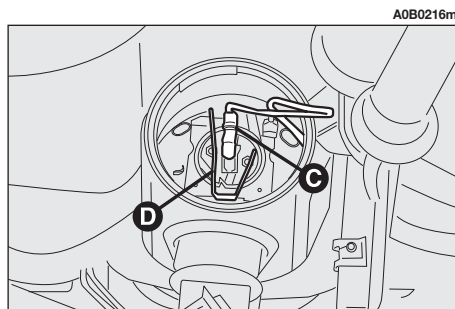

fig. 34
- Sfilare il capocorda del cavo di alimentazione (**C-fig. 34**).
- Sganciare la molletta fermalampada (**D-fig. 34**) ed estrarre la lampada.
– Rimontare la nuova lampada, facendo coincidere le alette della parte metallica con le apposite scanalature nella parabola del faro e riagganciare la molletta fermalampada (**D-fig. 34**).
– Rimontare il capocorda del cavo di alimentazione (**C-fig. 34**).